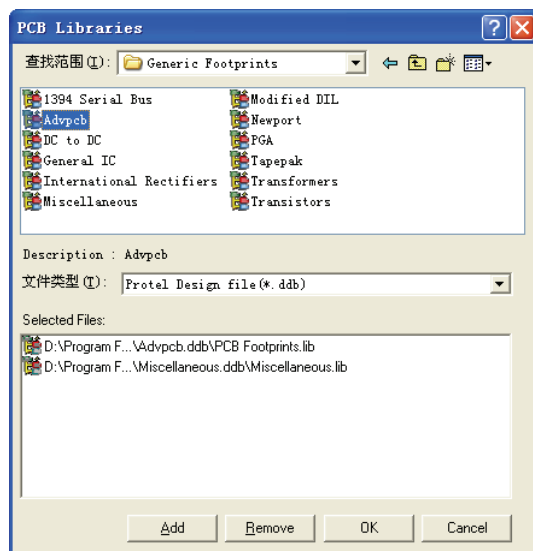

图 8-110 “PCB Libraries”对话框
(1) 执行菜单命令“Design”→“Add/Remove Library”，弹出“PCB Libraries”对话框，如图 8-110 所示找出原理图中的所有元件所对应的元件封装库。选中这些库，单击